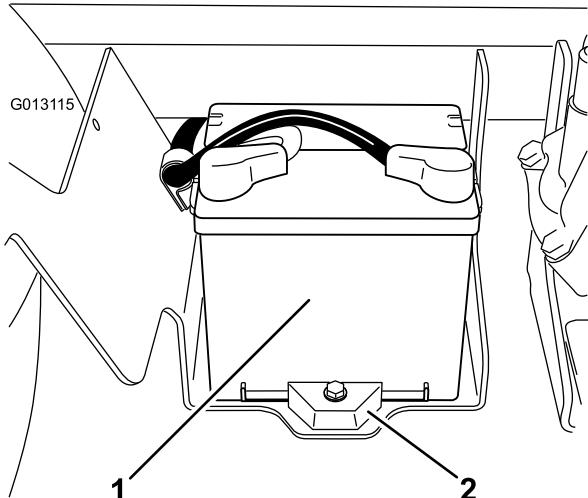

Figura 57
- La batería está situada en el lado derecho de la máquina, detrás de la bomba (Figura 57).
5. Retire el dispositivo de sujeción de la batería y los herrajes (Figura 57).
2. Instale el dispositivo de sujeción de la batería, fijándolo con los herrajes que retiró anteriormente (Figura 57).
4. Instale la tapa de la batería y fíjela con los 2 pomos (Figura 57).
1. Afloje los pomos de los lados de la caja de la batería y retire la tapa de la batería (Figura 57).